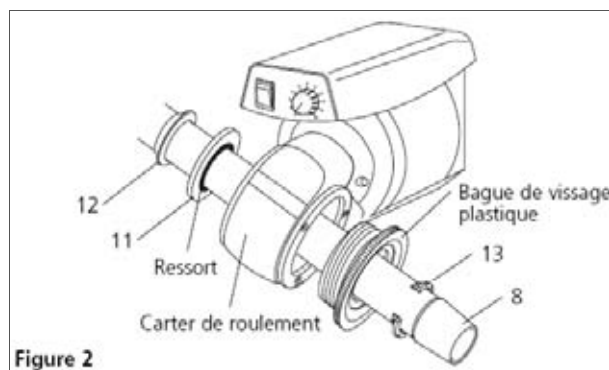

Figure 2
4. Placer le joint de vide principal (11) et le sous-joint (12) sur l'extrémité pleine du tube de vapeur (à gauche) et les faire glisser vers le bas jusqu'à ce qu'ils prennent place dans le carter de roulement. Il est important que ces éléments soient montés dans le bon ordre et que le côté sous charge de ressort du joint principal soit tourné vers le carter de roulement (fig. 2).
5. Placer le collier de fixation (13) sur le côté assemblé du tube de vapeur (à droite) et le faire glisser jusqu'à ce qu'il s'accroche dans la bague de vissage plastique (fig. 2).